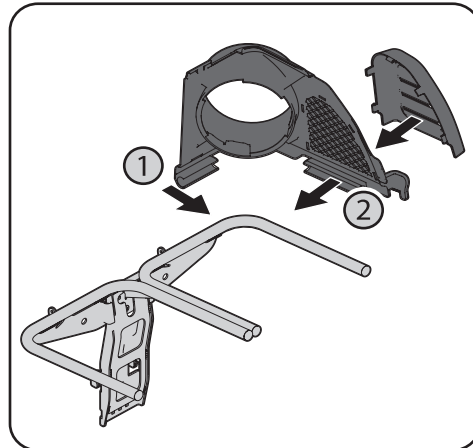

Figura 4-13
7. Coloque ambos conjuntos de bolsas en las ménsulas de soporte de bolsa insertando primero el borde delantero (1), y luego bajando el borde posterior hasta que calce en el conjunto (2) como se muestra en la Figura 4-13.